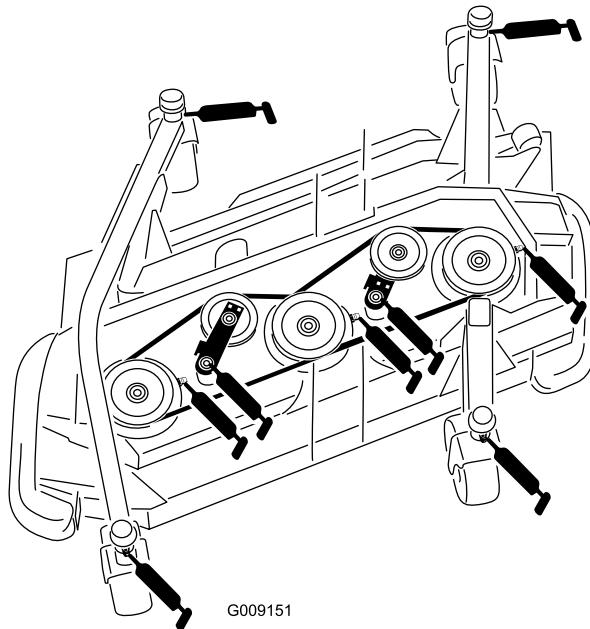

Figure 56
- Bague d'axe de fourche de roue pivotante (4) (Figure 56)
- Paliers d'axes de pivot (3 sur chaque) (sur la poulie d'axe) (Figure 56)
- Bagues de pivot de bras de poulie de tension (2) (sur l'axe de pivot de poulie de tension) (Figure 56)